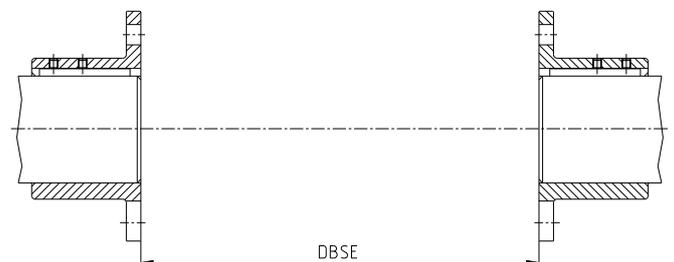

Bild 21: Ausrichtung auf das Maß DBSE
- Wenn die Aggregate bereits fest montiert sind, ist durch axiales Verschieben der Naben auf den Wellen das DBSE-Maß einzustellen (siehe Bild 21).